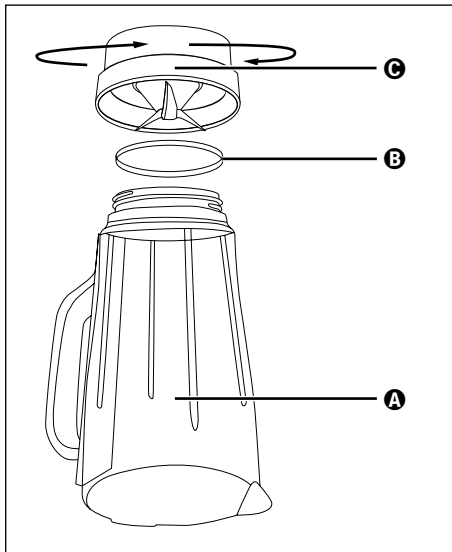

Abb. 4
- 2) Stellen Sie das Gerät auf den Kopf und drehen Sie das Plastikteil ③ des Mixaufsatzes ③ gegen den Uhrzeigersinn, so dass es sich vom Glasteil ① des Mixaufsatzes ③ lösen lässt (siehe Abb. 4).
- 4) Sie können den Dichtungsring ⑦ bei Bedarf vorsichtig aus dem Plastikteil ③ entnehmen. Reinigen Sie ihn in milder Seifenlauge und spülen Sie ihn mit klarem Wasser ab.